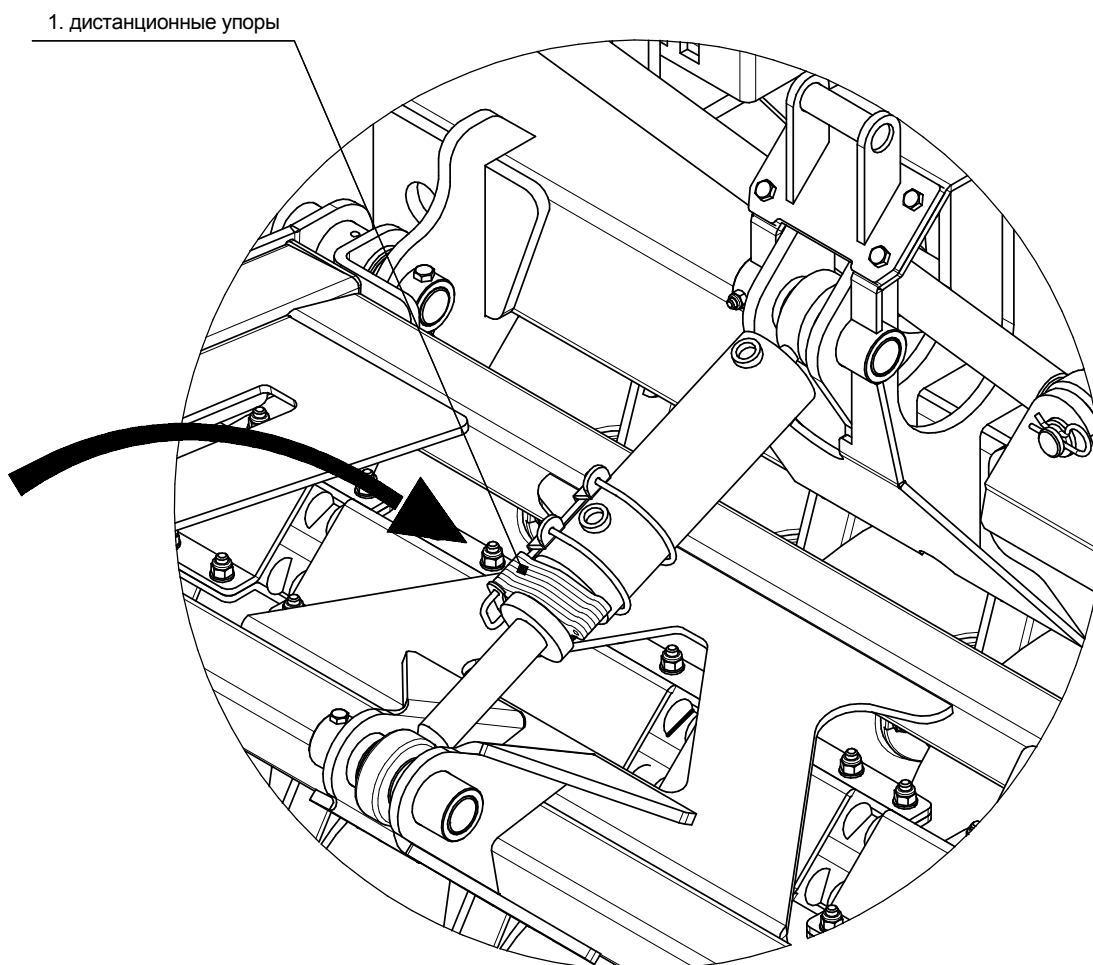

Рис.5-Регулировка рабочей глубины дисковой почвообрабатывающей машины ДПМ-7500 "Универсал" / "Универсал Т"
2. Измените количество дистанционных упоров (Рис.5 поз.1).